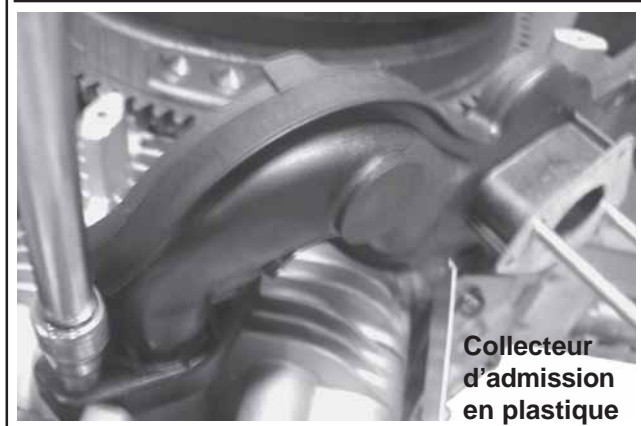

Figure 9-34. Dépose du collecteur d'admission.
2. Retirer le collecteur d'admission et ses joints (collecteurs en aluminium). Les collecteurs en plastique utilisent des joints toriques qui restent généralement dans leurs évidements à l'extrémité du collecteur. Voir la Figure 9-34.